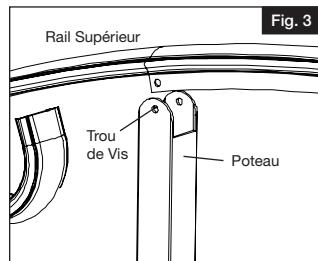

Fig. 3
- Insérer les extrémités de la traverse supérieure sur le dessus de chaque poteau en s'assurant que les trous de la traverse sont alignés sur les trous du poteau (Fig. 3).